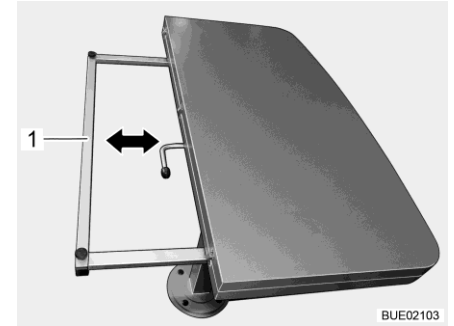

Bild 132 Förminska bordsskiva
- Håll stödramarna (Bild 132,1) på båda sidor och skjut den jämnt under bordsskivan tills den stannar.